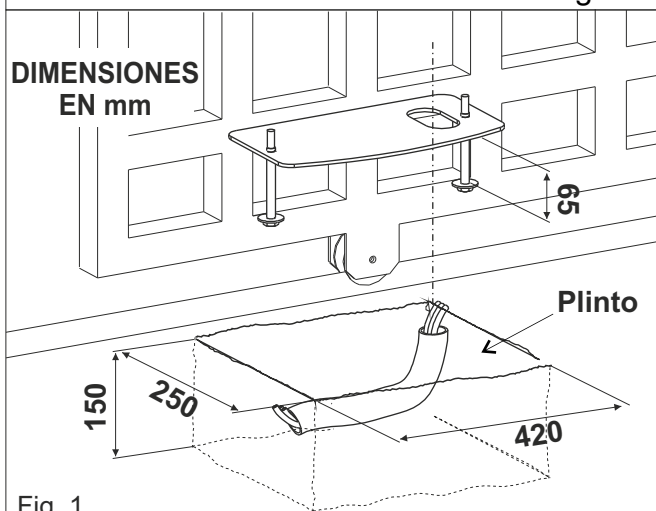

Fig. 1
**2.1.** Preparar, según las medidas que se muestran en la Fig. 1, una plataforma de hormigón en el cuyo interior se tapiará la placa de base mediante las tuercas de anclaje